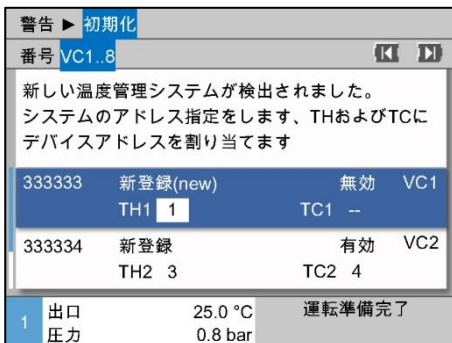

図21：アドレス THの割当て
3. ボタン でTHのアドレスにジャンプし、通知されたアドレスを割り当てます。 (→ 図21 例：アドレス1をTH1に割当て)